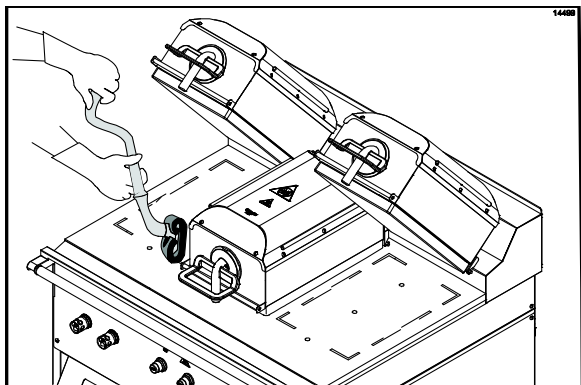

Рисунок 46
28. Очистите обе стороны верхней центральной плиты. (См. рис. 46)